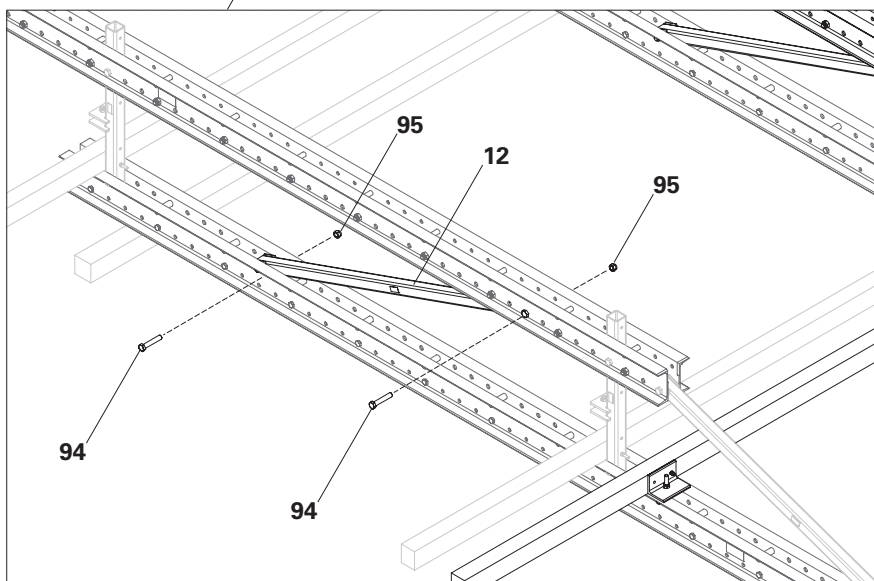

Fig. C1.09a
5. Installare il puntone diagonale mediano (12) con i bulloni M24 x 130 (94) e i dadi M24 (95). (Fig. C1.09a)